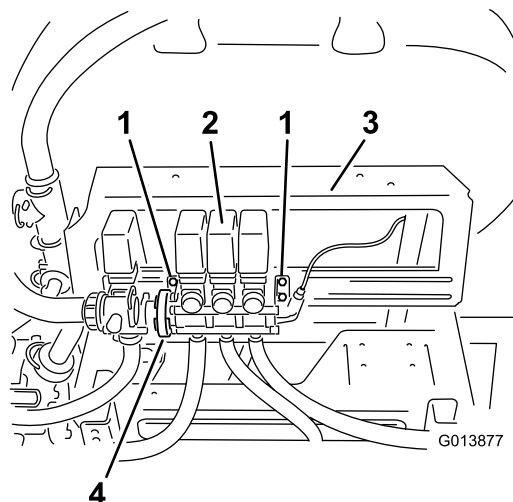

Рисунок 4
1. Ослабьте затяжку (не выворачивая полностью) болтов крепления клапана стрелы в сборе к монтажному кронштейну (Рисунок 4).
2. Ослабьте хомут с червячным зажимом, который крепит клапан перемешивания к клапану стрелы в сборе (Рисунок 4).